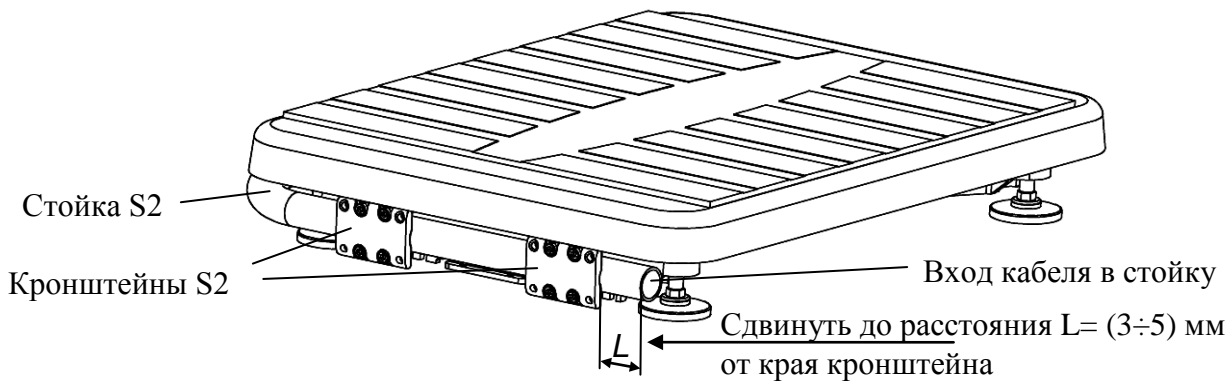

Рис. 6.2 - Крепление круглой вращающейся стойки к основанию весовой платформы
- в основании весов сдвинуть стойку в направлении указанном стрелкой (Рис. 6.2), обеспечив расстояние $L = (3 \div 5)$ мм от ее края до края кронштейна;
- излишек кабеля на входе в стойку (Рис. 6.2) заправить внутрь стойки.